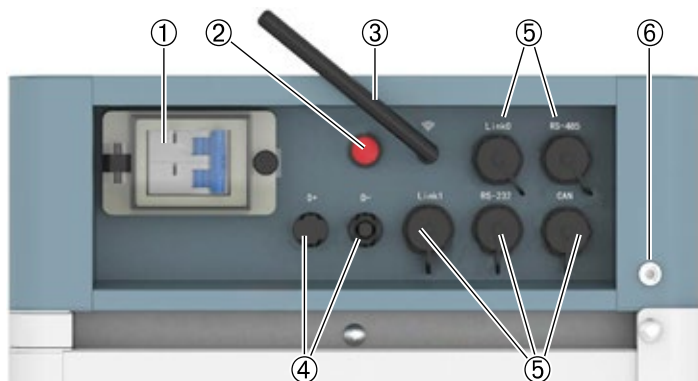

Fig. 2.5 - Modulo di controllo FC0500-40S V2
- **Interruttore di alimentazione (1, Fig. 2.5).**
Attenzione. Quando l'interruttore di alimentazione (1, Fig. 2.5) è scattato a causa di sovracorrente o cortocircuito, è necessario attendere più di 30' prima di riaccendere il modulo di controllo per non causare danni all'interruttore stesso.
- **Pulsante Start (2, Fig. 2.5).**
- **Modulo WiFi (3, Fig. 2.5).**
- **Terminali di alimentazione D+ e D- (4, Fig. 2.5).**
- **Terminali di comunicazione porta RJ45 (5, Fig. 2.5).**